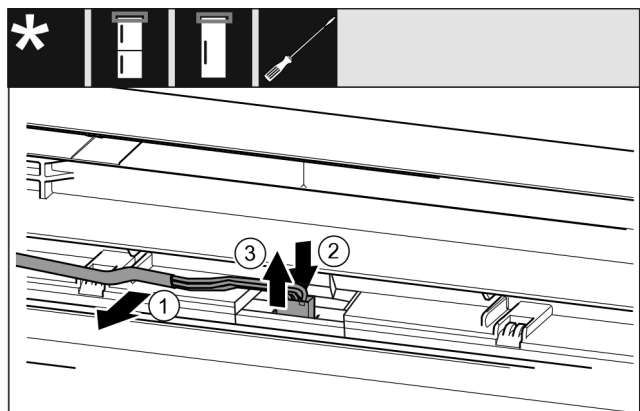

Fig. 7
- ▶ Обережно витягніть сірий кабель з направляючої в дверцятах. Fig. 7 (1)
- ▶ Притисніть назад накладку за штекером. Fig. 7 (2)
- ▶ Обережно витягніть штекер рухом вгору. Fig. 7 (3)